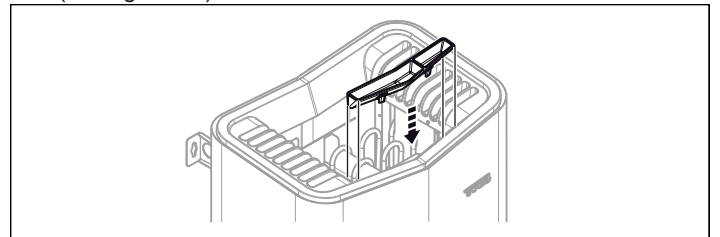

Figure 12 : Fixation du récipient à parfum/de l'humidificateur d'air
10. Installez la coupelle à herbes aromatiques/l'humidificateur (voir figure 12).